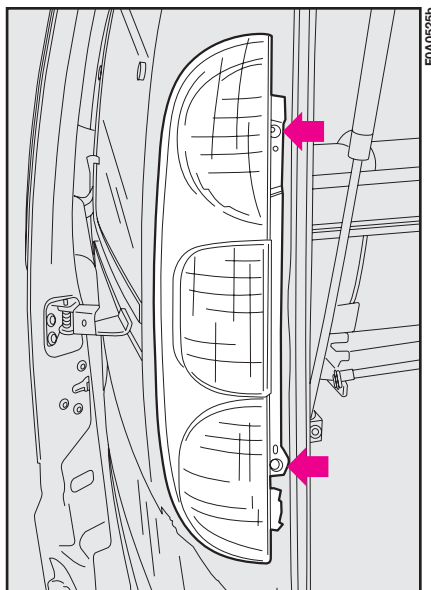

fig. 29
4) Dopo aver estratto il bullone di fissaggio, svitare le viti di fissaggio del gruppo, poste all'esterno, come indicato in fig. 29.